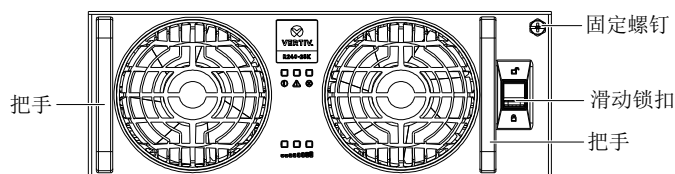

图4-5 整流模块滑动锁扣位置
2. 断开故障整流模块交流输入开关，松开模块面板上的固定螺钉。如图 4-5 所示。